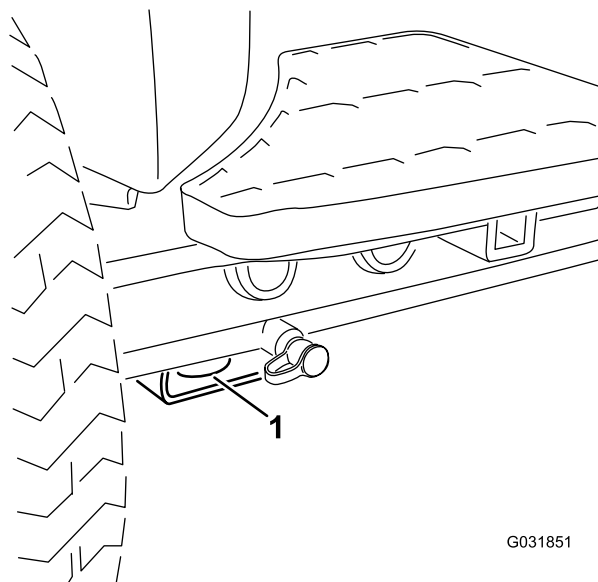

Figura 54
- **Parte anteriore della macchina** – il foro nel supporto rettangolare, sotto il tubo dell'assale, all'interno delle ruote anteriori (Figura 54).